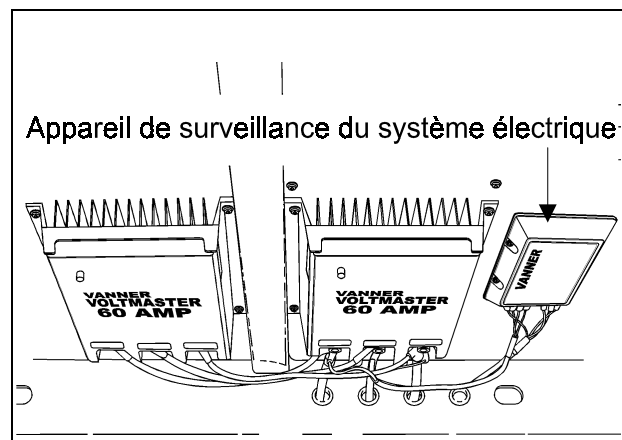

FIGURE 3 : COMP. À BAGGAGES ARRIÈRE GAUCHE 06326
2. Localiser l'appareil de surveillance du système électrique. Voir figures 3 à 5.